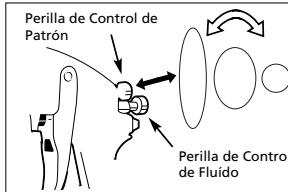

Figura 6 - Tamaño del Patrón
- Seleccione la forma del patrón. Si desea cubrir una superficie amplia, gire la perilla de control en sentido contrario a las agujas del reloj. Si desea un patrón circular, gírela en el mismo sentido de las agujas del reloj (Vea la Figura 6).
- Gire la perilla de control totalmente en el mismo sentido de las agujas del reloj, para cerrarlo (Vea la Figura 6).